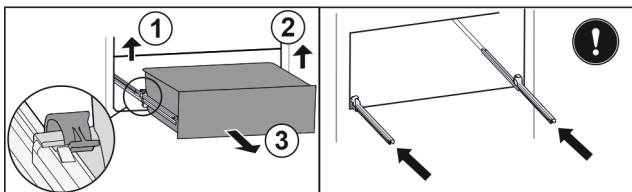

Fig. 169
- Ngrini lart kapësen e majtë dhe në të njëjtën kohë tërhiqni nga përpara sirtarin e majta. Fig. 169 (1)
- Ngrini lart kapësen e djathtë dhe në të njëjtën kohë tërhiqni nga përpara sirtarin nga e djathta. Fig. 169 (2)
- Hiqeni sirtarin nga përpara. Fig. 169 (3)